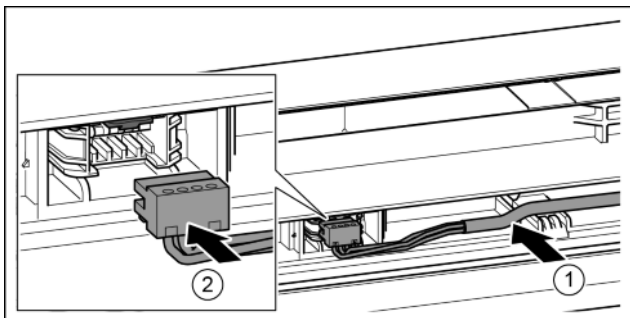

Fig. 34
- ▶ Šedý kabel vložte do vedení v horních dvířkách. Fig. 34 (1)
- ▶ Zaklapněte zástrčku. Fig. 34 (2)